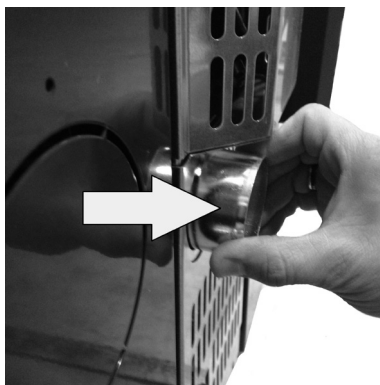

Fig. 13 - Faza 2
- Wyjąć przewód rurowy na około 2 cm (patrz **Fig. 13**).